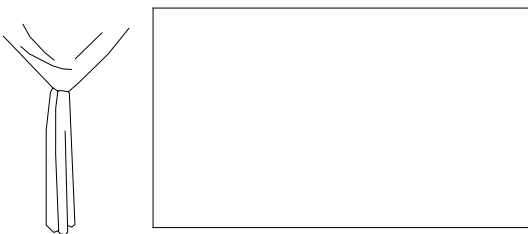

图3-21 素材图形
- 01 执行“文件”|“打开”命令，打开“第3课\3.2.3 定数等分.dwg”素材文件，如图3-21所示。